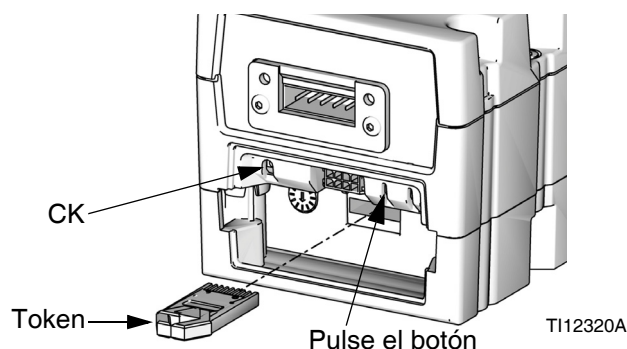

FIG. 47: Inserte el token
4. Mantenga pulsado el botón mostrado en FIG. 47 durante ~1 segundo y suéltelo. La luz indicadora roja (CK) parpadeará hasta que esté completamente cargado el nuevo software.